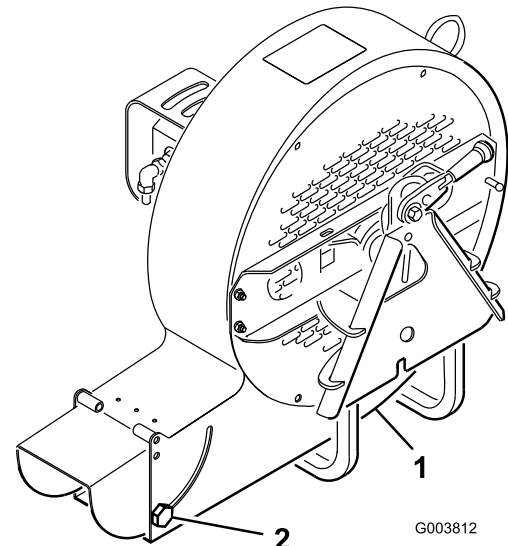

Figura 7
L'apertura di scarico (Figura 7) può essere regolata per aumentare o diminuire la velocità e il volume dell'aria in uscita. La riduzione delle dimensioni dell'apertura di scarico aumenta la velocità.
1. Allentate le viti di fissaggio del deflettore dell'apertura di scarico (Figura 7).